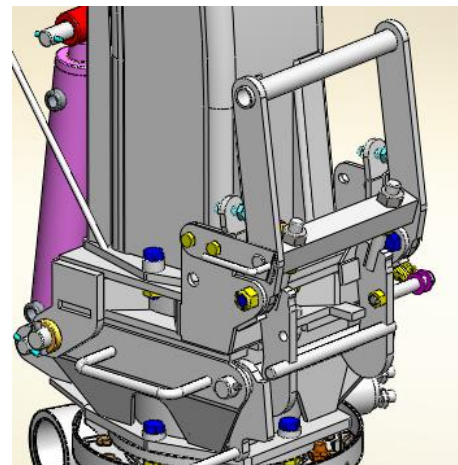

Fig.2
-Empurre a alavanca no sentido da seta, de forma a ficar como indica a fig.2, verifique se o eixo (1), entrou perfeitamente no orifício do trancador (2), caso contrário regule o parafuso (3), para que tal aconteça.